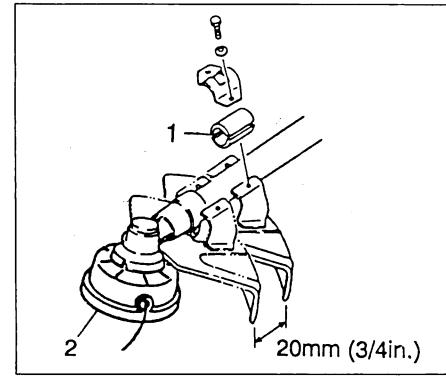

Fig. 1-8C
(Fig. 1-8C, 8D, 8E)
Quando si usa una testina tosaerba (2), posizionare il coprilama al di sopra dell'ingranaggio concorrente. (Fig. 1-8C, 8D, 8E)
Cuando usa el cabezal recortador (2), coloque el protector sobre la transmisión del ángulo. (Fig. 1-8C, 8D, 8E)
Lorsque l'on utilise une tête de débroussailleuse (2), veuillez positionner la plaque de protection au-dessus du renvoi d'angle. (Fig. 1-8C, 8D, 8E)
Bei Einsatz eines Trimmerkopfs (2) den Messerschutz über dem Winkelgetriebe positionieren. (Fig. 1-8C, 8D, 8E)
Vid användning av trimmeren (2) skall skyddet monteras ovanför vinkeltransmissionen. (Fig. 1-8C, 8D, 8E)